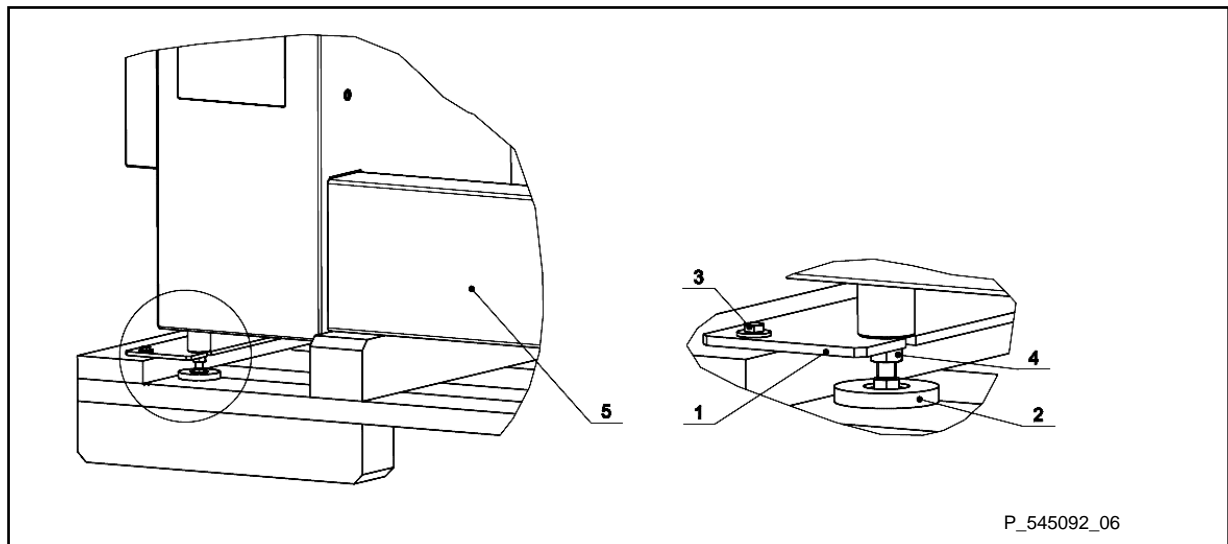

Figura 3.2.2.A.
- Figura 3.2.2.A – per lo scarico della macchina dal pallet bisogna smontare le consolle di fissaggio (1) poste in ambedue le parti della macchina stiratrice e regolare i piedini di appoggio (2)-4x in posizione di trasporto.
- Smontare le viti di ancoraggio (3)-4x, allentare i dadi di sicurezza (4)-4x e rimuovere le consolle di fissaggio (1)-2x.
- Impostare i piedini di regolazione (2)-4x in posizione di trasporto in modo tale che tra la superficie inferiore delle travi (5) e la superficie inferiore dei piedini di regolazione (2) siano circa 80 mm, risp. che corrisponda all'altezza delle forche del carrello elevatore.
- Dopo aver fissato i piedini di regolazione in posizione (2)-4x stringere i dadi di sicurezza (4)-4x